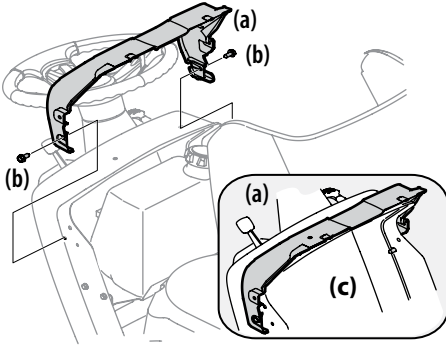

Figura 2-7
1. Si la cubierta del tablero (a) se envía suelta, el hardware para la fijación de la cubierta guión (a) se envía instalado en el tablero de instrumentos (c). Retire los dos tornillos (B) del guión (c). Vea la Figura 2-7.
2. Montar la cubierta del tablero (a) y alinee los orificios de montaje. Vea la Figura 2-7.
3. Fijan la cubierta de tablero (a) el guión (c) con los tornillos (B) retirados en el paso 1. Consulte la Figura 2-7.